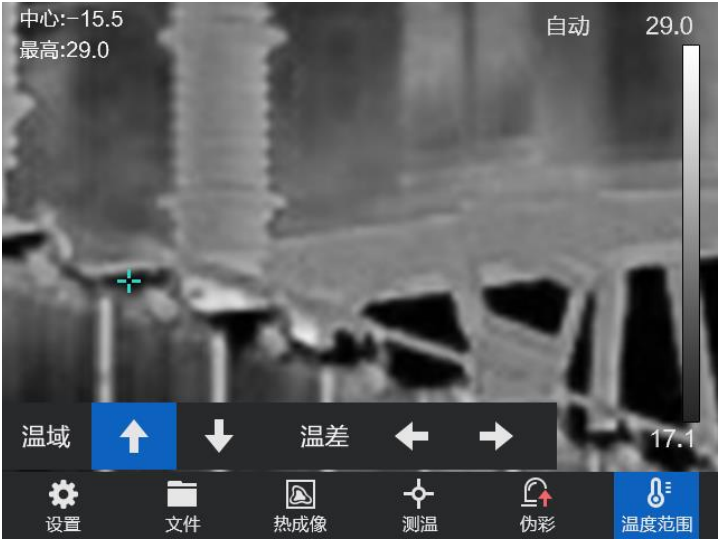

图3-9 手动调节
- 选择 “”，设置温差和温域参数，调节时，右侧的温标信息将随之改变，如图 3-9 所示。